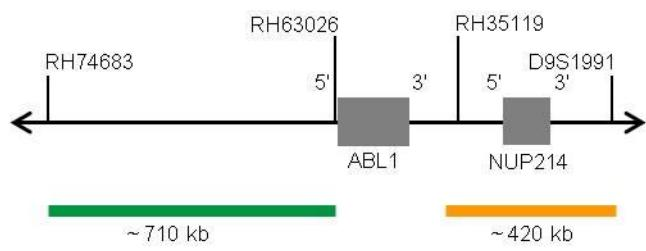

Fig. 1: SPEC ABL1 Mapa da sonda (sem escala)
- Polinucleótidos (~10.0 ng/μl) com marcação ZyGreen (excitação 503 nm/emissão 528 nm), dirigidos ao mapeamento de sequências alvo em 9q34.11-q34.12* (chr9:132,872,357-133,580,236) proximais ao ponto de quebra do gene ABL1 (ver Fig. 1).
- Polinucleótidos (~4.5 ng/μl) com marcação ZyOrange (excitação 547 nm/emissão 572 nm), dirigidos ao mapeamento de sequências alvo em 9q34.12-q34.13* (chr9:133,851,960-134,273,097) distais ao ponto de quebra do gene ABL1 (ver Fig. 1).